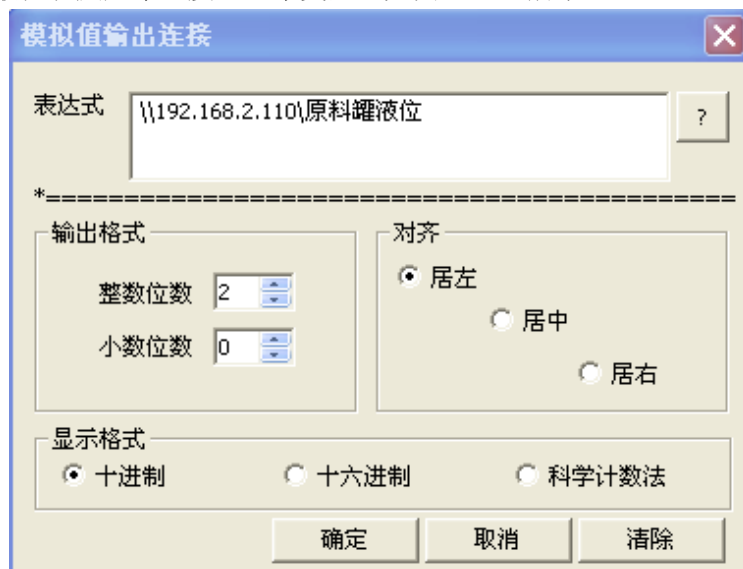

图 12-14 模拟值输出对话框
3、双击实时显示画面的“####”文本，在其“模拟值输出”的动画连接中分别关联数据服务器中的原料罐液位，反应罐液位和反应罐温度这三个变量。如图 12-14 所示。